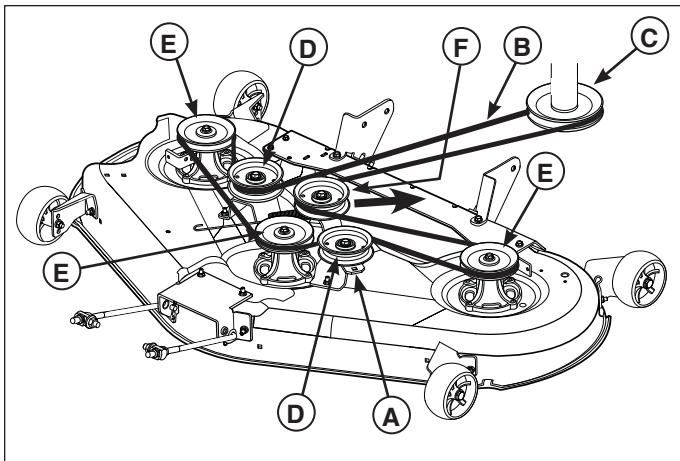

Figura 18. Encaminamiento de la correa del cortacésped
3. Tire de la polea tensora hacia atrás (**F**, Figura 18) en la dirección indicada por la flecha, y retire la correa del cortacésped de la polea del PTO (**C**).
6. Tire de la polea tensora hacia atrás (D, Figura 18) en la dirección indicada, e instale la correas en la polea del PTO como indica la Figura 18.